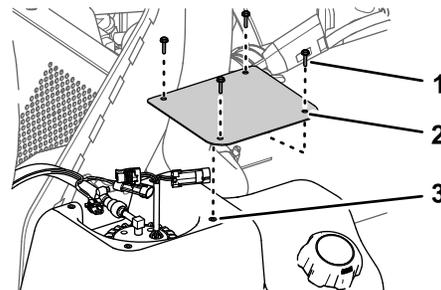

Bild 77
2. Entfernen Sie am Kraftstofftank die vier Schrauben (Nr. 10 x 3/4"), mit denen die Abdeckung oben am Kraftstofftank befestigt ist, und nehmen Sie die Abdeckung ab (Bild 77).